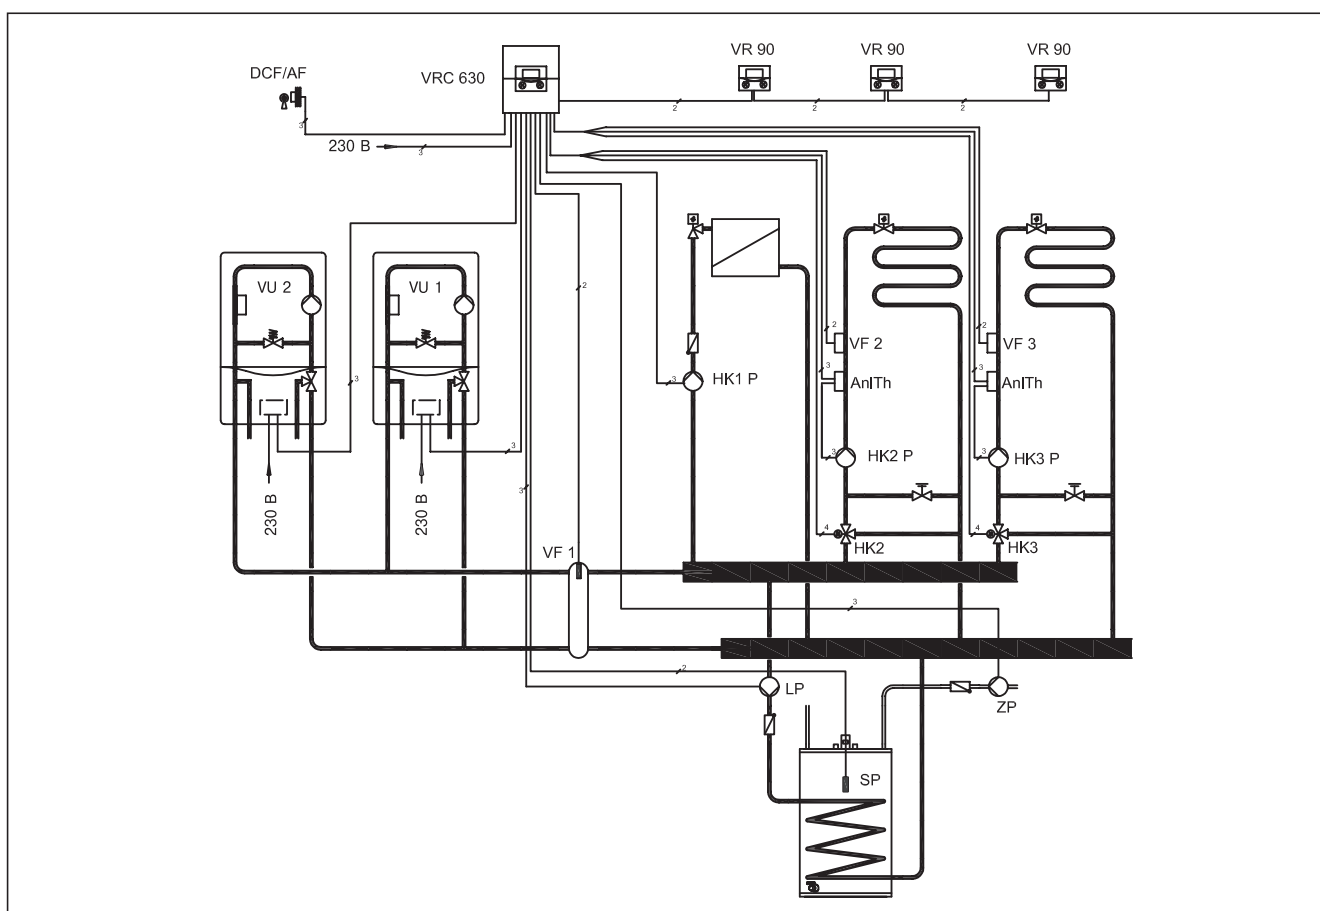

Рис. 4.6: Настенные отопительные котлы VU в каскаде, с VRC 630 и водонагревателем после разделителя
- Снимите закрывающую крышку (1) кожуха и закрепите кожух с помощью 2 винтов через крепежные отверстия (8) на стене.
- Во время монтажа проложите соединительный кабель (4) минимальным сечением $2 \times 0,75 \text{ мм}^2$ и проденьте конец кабеля снизу через кабельный ввод (3). Путем надлежащей прокладки кабеля и тщательного выполнения работы обеспечьте водонепроницаемость датчика, а также стены здания.
- Выполните подключение проводов к присоединительным клеммам в соответствии с монтажной схемой соединений, как показано на рис. 4.6.
- Обеспечьте то, чтобы уплотнение кожуха было правильно закреплено в верхней части кожуха (1) и прижмите верхнюю часть к кожуху.
- Закрепите верхнюю часть кожуха (1) посредством прилагаемых винтов на нижней части кожуха (2).